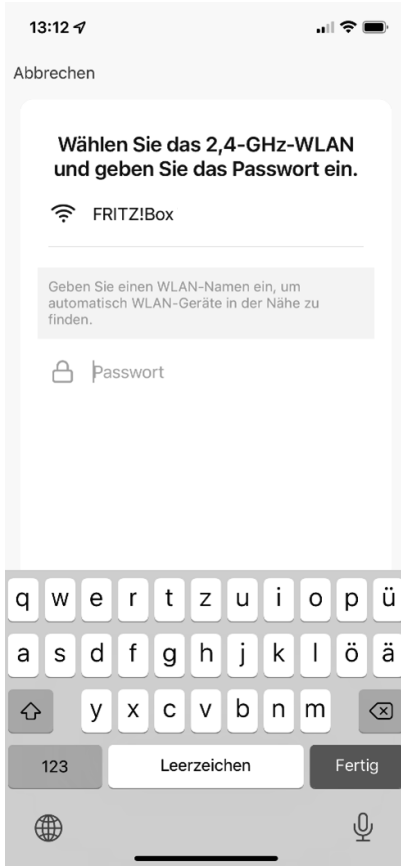

Abb. 3
- ▶ Geben Sie im nächsten Schritt das Passwort Ihres WLAN-Netzwerks ein (**s. Abb. 3**) und tippen Sie anschließend auf WEITER.